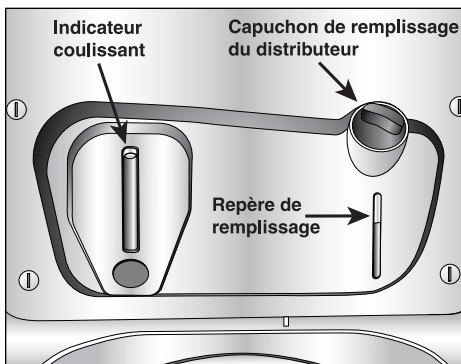

Figure 1
1. Dévisser le capuchon de remplissage du distributeur (figure 1).
6. Remonter l'indicateur coulissant à fond (figure 1). Procéder ensuite tel qu'expliqué en 7 et 8 pour régler la quantité de détergent utilisée pour une charge moyenne de linge.